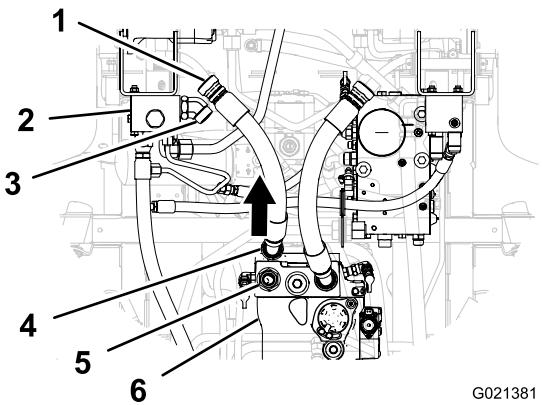

Figure 17
- Détachez du raccord droit de la pompe hydraulique le raccord à 45° du flexible de pression (Figure 17).